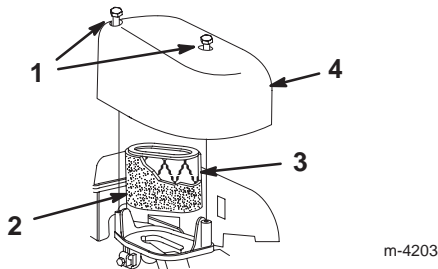

Figure 17
3. Retirez les vis de fixation du couvercle du filtre à air (Fig. 17).
4. Déposez le couvercle et nettoyez-le soigneusement (Fig. 17).
6. Nettoyez-le à l'eau avec un détergent doux, puis séchez-le en le serrant légèrement dans un chiffon (Fig. 17).
7. Enlevez et jetez l'élément filtrant en papier (Fig. 17).
8. Insérez l'élément en papier neuf dans le préfiltre en mousse (Fig. 17).
9. Posez le filtre à air neuf (Fig. 17)
10. Posez et fixez le couvercle en place (Fig. 17).